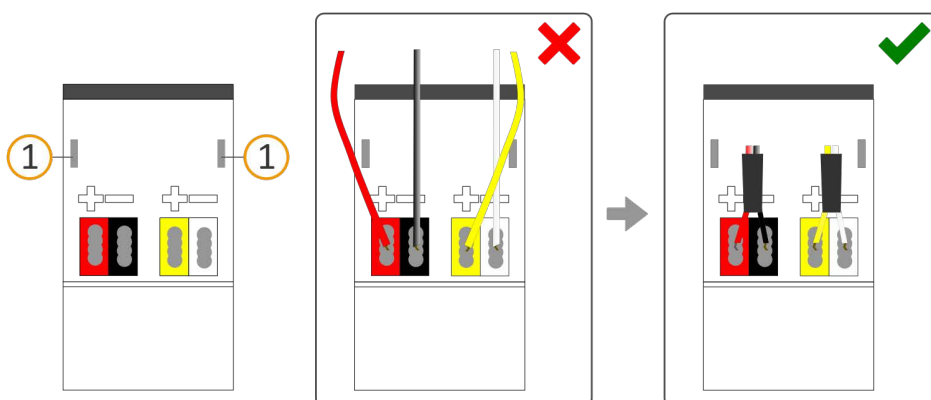

Abbildung 18: Kabelführung
- a. Führen Sie alle Kabel nach hinten. Die Öffnungen zur Befestigung der Abdeckkappe (siehe Abbildung 18, Pos. 1) müssen frei sein. Alle Kabel müssen sich zwischen den Öffnungen befinden.